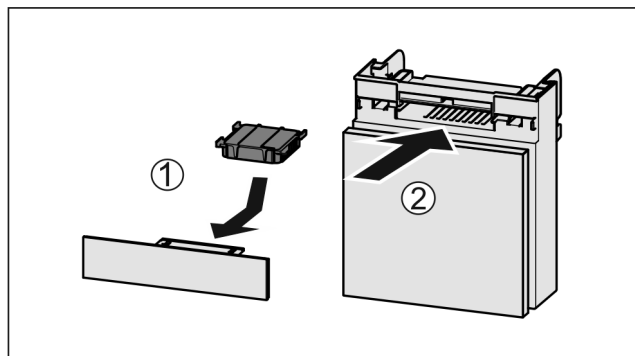

Fig. 117
- Sett inn Fig. 117 (1) aktivkullfilteret etter figuren.
- Skyv inn Fig. 117 (2) hyllen.